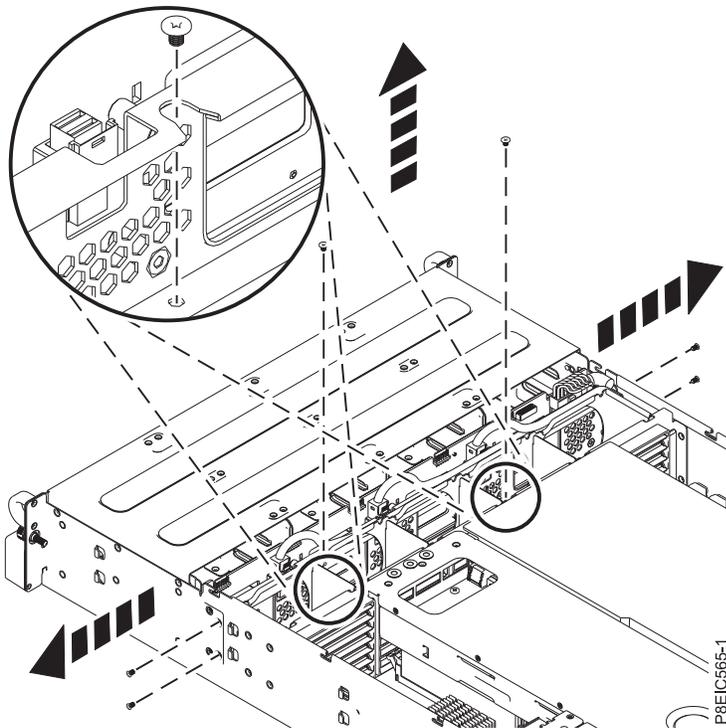

Figure 26. Retrait des vis du fond de panier des unités de disque
7. Retirez les deux vis du bas du fond de panier des unités de disque, comme illustré dans la figure 26.
8. Retirez deux ou quatre vis qui permettent de fixer le fond de panier des unités de disque, comme illustré dans la figure 26. Les vis qui doivent être retirées sont proches les unes des autres de chaque côté du châssis. Prenez soin de retirer les vis appropriées.